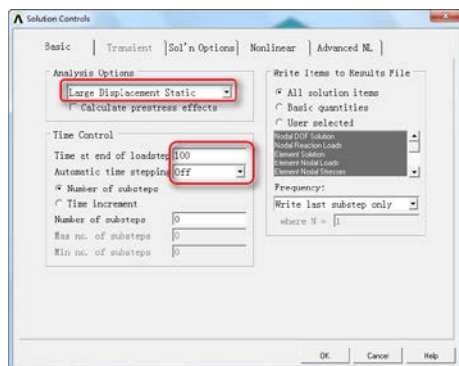

图 11-43 “Solution Controls”对话框
④设定求解选项：Main Menu > Solution > Analysis Type > Sol'n Controls，弹出“Solution Controls”对话框，在“Analysis Options”的下拉列表中选择“Large Displacement Static”，在“Time at end of loadstep”后面输入100，在“Automatic time stepping”下拉列表中选择“Off”，在“Number of substeps”后面输入1，如图11-43所示，单击“OK”按钮。